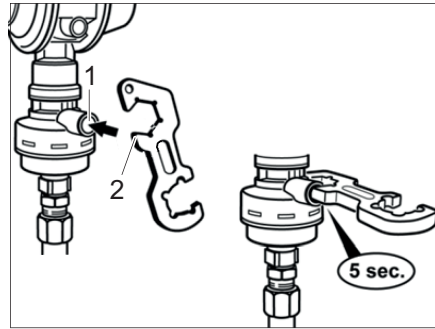

Bild 249 Crashsensor
- Mit der Schraubhilfe (Bild 249,2) oder einem ähnlichen geeigneten Gegenstand den Entsicherungsknopf (Bild 249,1) eindrücken und 5 Sekunden lang halten.